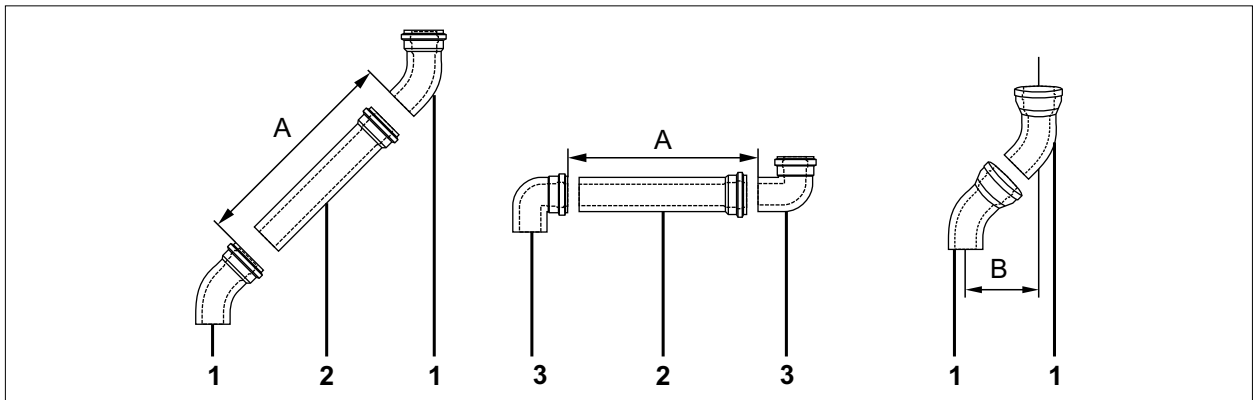

Abb. 5.14 Länge Luft-/Abgasrohr
- ▶ Geräteanschluss mit Abgas-Messöffnung (2) ([Abb. 5.14 Beispiel Luft-/Abgasführung \[mm\]](#)) grundsätzlich am Anschluss des Wärmeerzeugers (1) montieren.
- ▶ Trennvorrichtung (6) ([Abb. 5.14 Beispiel Luft-/Abgasführung \[mm\]](#)) bis zum Anschlag in die vorhergehende Muffe (5) schieben.
- ▶ Nachfolgendes Luft-/Abgasrohr (5) 50 mm in die Muffe der Trennvorrichtung (6) schieben.
- ▶ Luft-/Abgasrohr (5) in dieser Position unbedingt fixieren, z. B. mit Abstandschelle (7) oder luftseitig mit Sicherungsschraube.